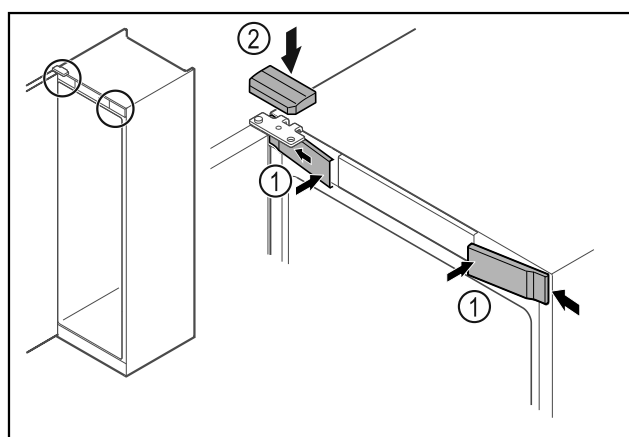

Fig. 49 *
- Aizkabiniet sānos priekšējos pārsekus Fig. 49 (1) un nofiksējiet.*
- Nofiksējiet augšējo pārsegu Fig. 49 (2) no augšpuses.*